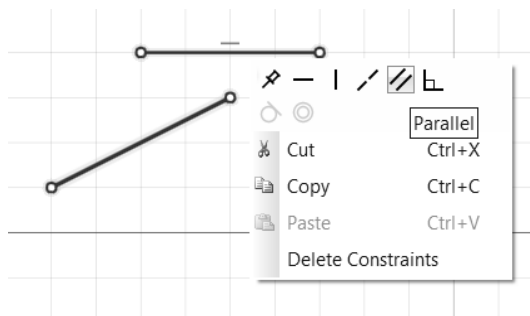

图 4-69
① 按住〈Ctrl〉键选择多条线段。
② 右击一条选中的线段，打开右键菜单，如图 4-69 所示。